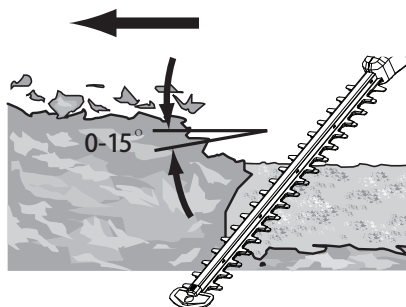

Fig. 28
8. Après avoir coupé les côtés, passez à la partie haute. Essayez de maintenir le dispositif de coupe à un angle d'environ 15 ° par rapport à la surface de coupe (Fig. 28).